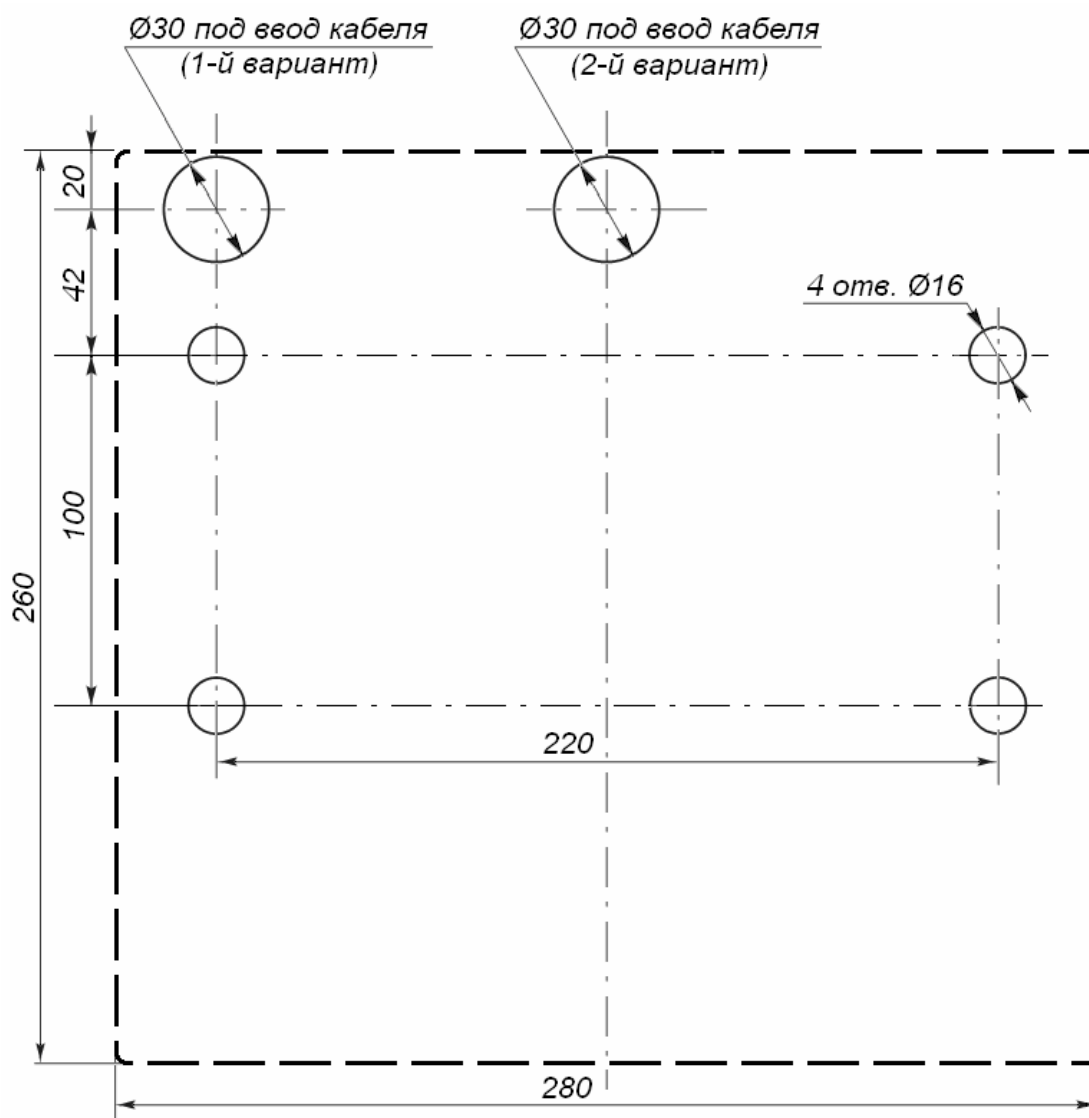

Рисунок 11. Разметка отверстий в установочной поверхности
2. Подготовьте в полу отверстия под гильзы анкеров (13) для крепления стойки турникета (см. рис. 11) и кабельные каналы согласно планировке проходной. При необходимости прокладки кабелей под поверхностью пола подготовьте в полу кабельный канал, подходящий к отверстиям для ввода этих кабелей в стойку турникета (вариант 1 или 2 на рис. 11).